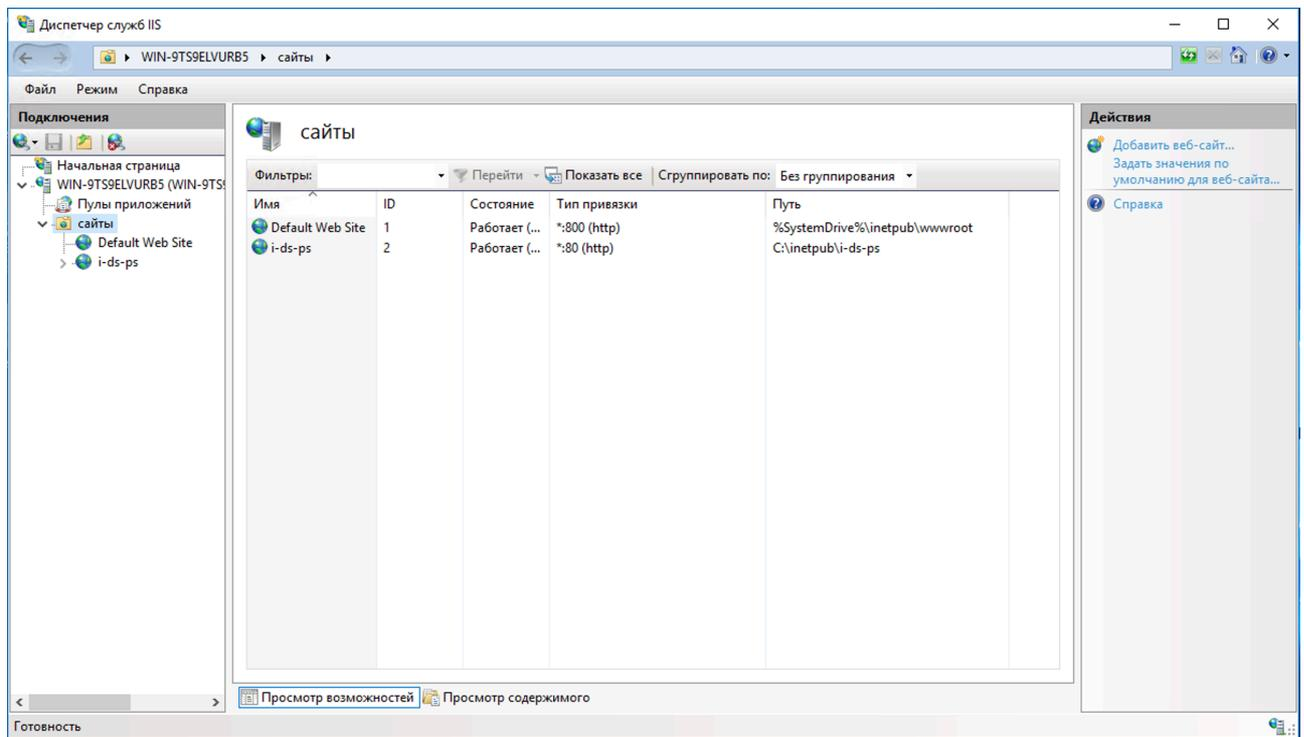

Рисунок 6.10 Развернутый сайт с I-DS/PS
3.4. В результате в диспетчере служб IIS будет развернут сайт с системой календарного планирования Рисунок 6.10 Развернутый сайт с I-DS/PS.